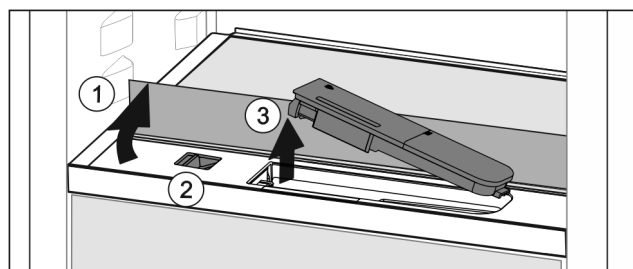

Fig. 127
- ▶ Повдигнете стъклената плоча и я завъртете до ограничителя назад Fig. 127 (1).
- ▶ Преместете плъзгача Fig. 127 (2) наляво.
- ▶ Извадете резервоара за вода Fig. 127 (3).